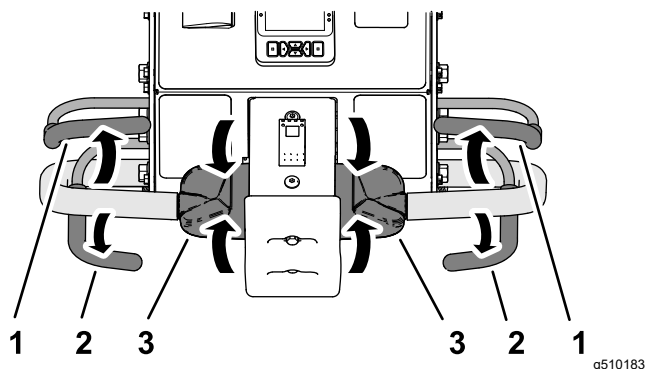

Figura 79
1. Se estiver a arejar, solte a pega de arejamento (**Figura 79**) para levantar a cabeça de perfuração; consulte a secção Levantar a cabeça de perfuração (página 51).